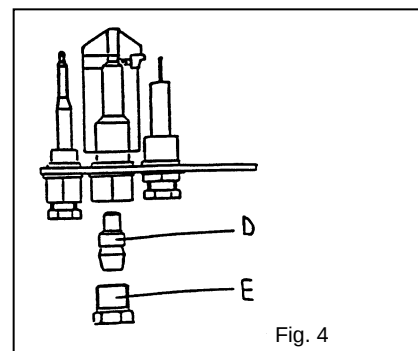

Fig. 4
5.2 Austausch des Pilotflammeninjektors (Abb. 4)